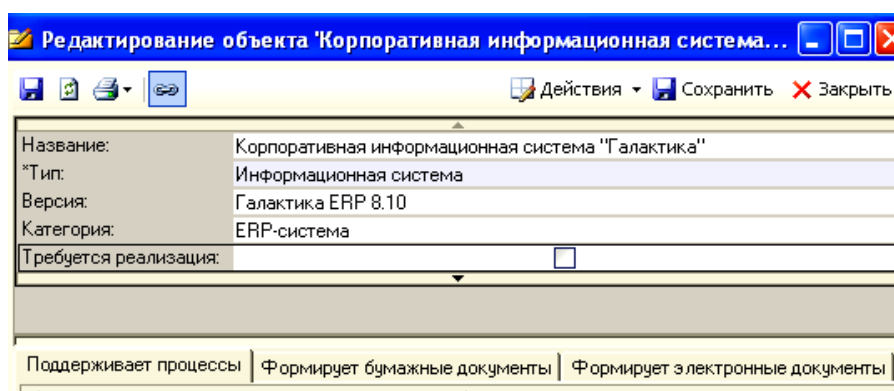

Рисунок 59 – Окно редактирования программного продукта *Корпоративная информационная система*
6. Отредактируйте параметры элемента *Корпоративная информационная система* (рисунок 59). Сохраните изменения.